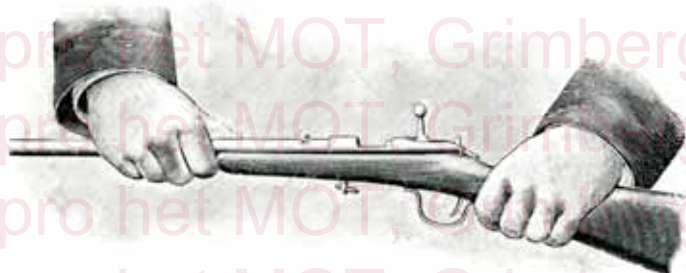

FIG. 1.
**Démontage.** — Pour enlever le bois, il suffit de dévisser la vis porte-bretelle; saisir ensuite le bois de la main gauche et le canon de la main droite (fig. 1) et exercer une légère pression pour séparer les deux pièces.